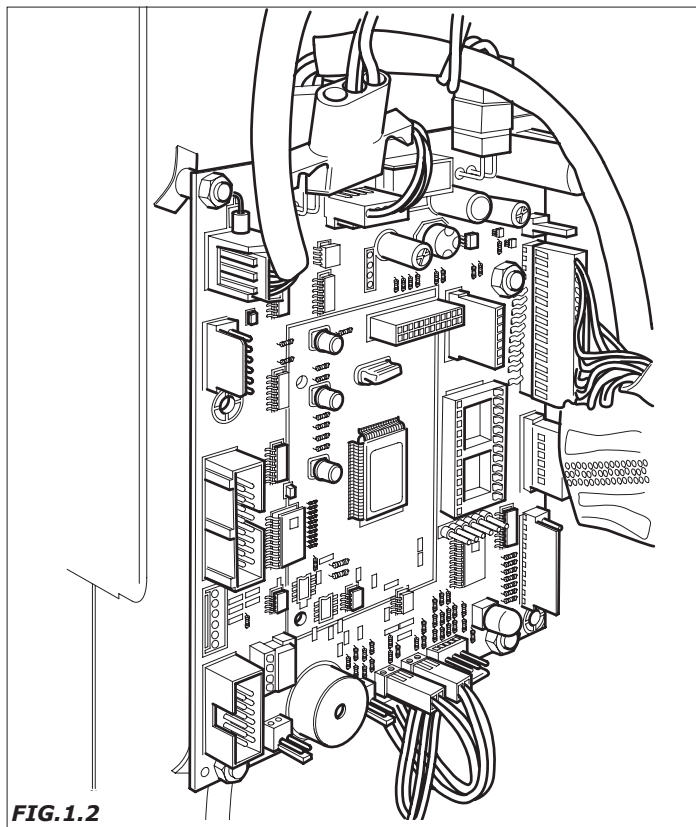

FIG.1.2
- versione del programma contenuto nel microprocessore (targhetta adesiva sul componente montato sulla scheda Master e sulla scheda Potenza) (Fig.1.2).